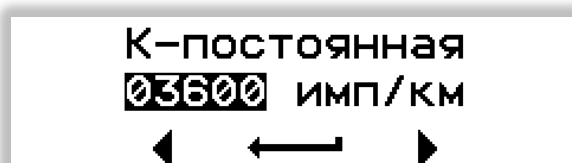

Рисунок 24. К-постоянная ТС.
6.8.2.1.5 К-постоянная ТС (см. Рисунок 24).